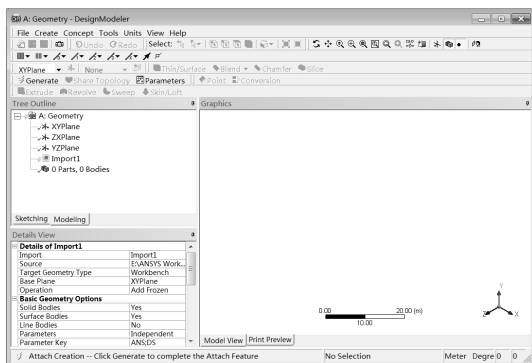

图 2-83 DesignModeler 几何建模平台
Step5：双击项目 A 中的 A2 (Geometry) 选项，此时会加载 DesignModeler 几何建模平台，如图 2-83 所示，设置单位为 m，关闭“单位设置”对话框，此时在 Tree Outline 下面的 A:Geometry 下出现一个 Import1 命令。